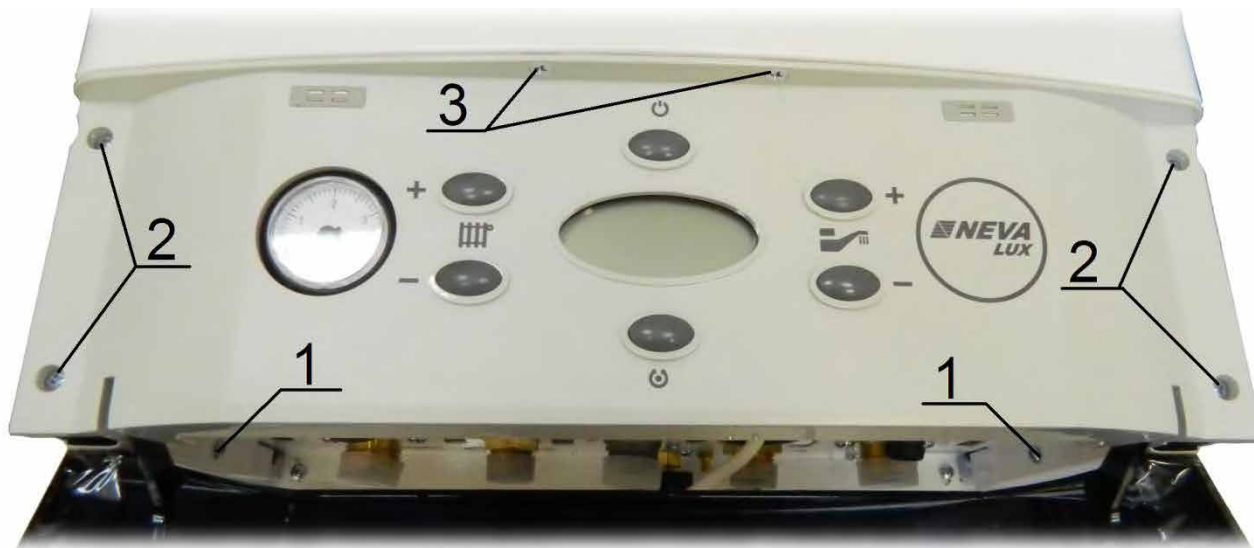

Рис. 16. Демонтаж облицовки и передней панели
- 2) отвернуть 4 самореза 1 (см. Рис. 16) крепления облицовки к нижней панели котла;
- 4) отвернуть два самореза 3 и четыре самореза 2 (см. Рис. 16) крепления передней панели к облицовке;